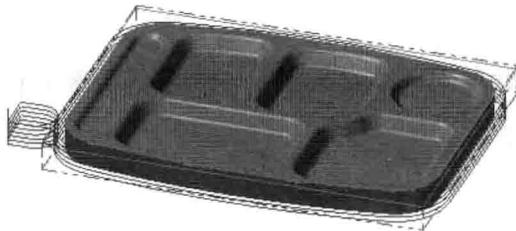

图 1.20 刀具路径
Step14. 单击“2D 刀具路径-外形”对话框中的 按钮，完成参数设置，此时系统将自动生成图 1.20 所示的刀具路径。